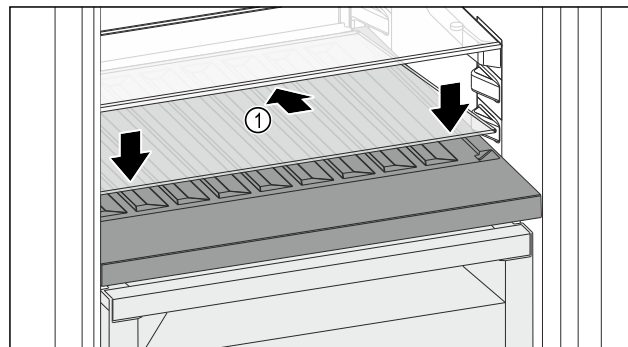

Fig. 188
- Vndosni pllakën e xhamit Fig. 188 (1) pjerrtas, dhe të anuar për poshtë në pjesën prapa.
- Ulni poshtë pllakën e xhamit Fig. 188 (1) përpara.